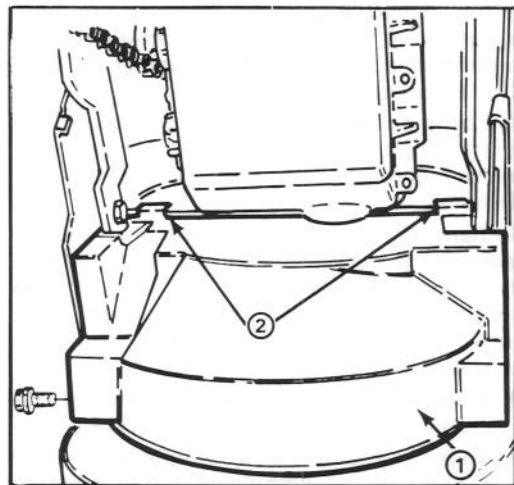

Figure 2
7. Montez le protège-courroie inférieur sur le dessous du carénage de la tarière et le châssis du moteur à l'aide de 2 boulons à tête à collerette de  $\frac{1}{4}$ -20 x  $\frac{1}{2}$ " de long (fig. 2). Vérifiez que les pattes de montage de protège-courroie sont bien positionnées vers l'arrière de la pièce du châssis du moteur.